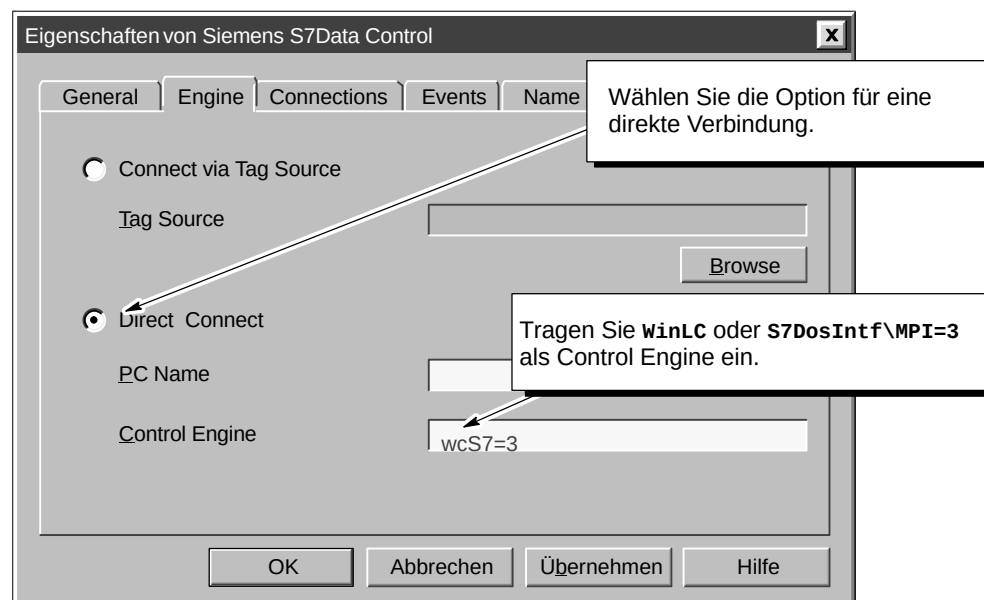

Bild 1-10 Verbinden des Data Control mit einer Control Engine
1. Öffnen Sie das Register "Engine", um die Control Engine einzurichten (siehe Bild 1-10).